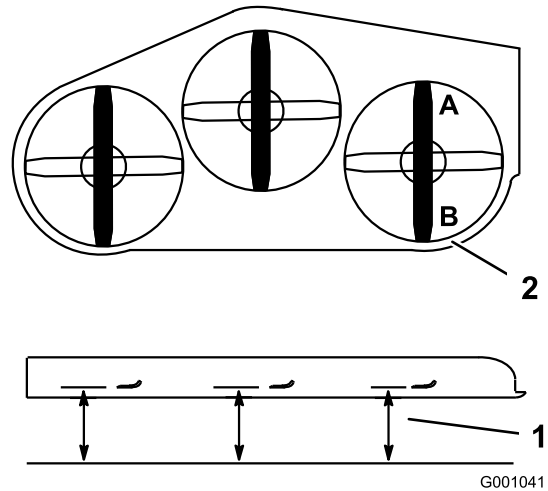

図 80
2. ブレードのうちの1枚を前後方向に向ける。A位置とB位置で、平らな床面からブレードの刃先までの高さを測る 図 80。